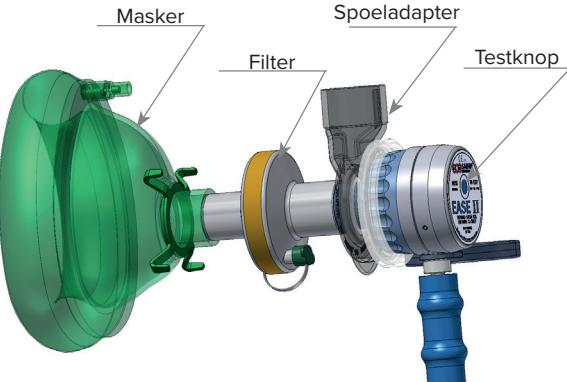

Fig. 1: Montage van spoeladapter, masker en filter
- Wanneer het systeem een spoeladapter bevat, sluit deze aan op het ademhalingsventiel door te duwen op het patiëntventiel. (zie Fig. 1).
- Kies een passend masker, mondstuk of filter voor de patiënt en monteer deze op het ademhalingsventiel door het over het conische contact (doorsnede 22 mm) van het patiëntventiel te schuiven (zie Fig. 1).